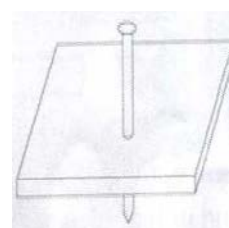

Рис.4
3.5. Если дюбель входит в основание слишком легко и глубоко - базовый материал слишком мягкий. Это также может повлечь сквозной прострел (см. рис.4).